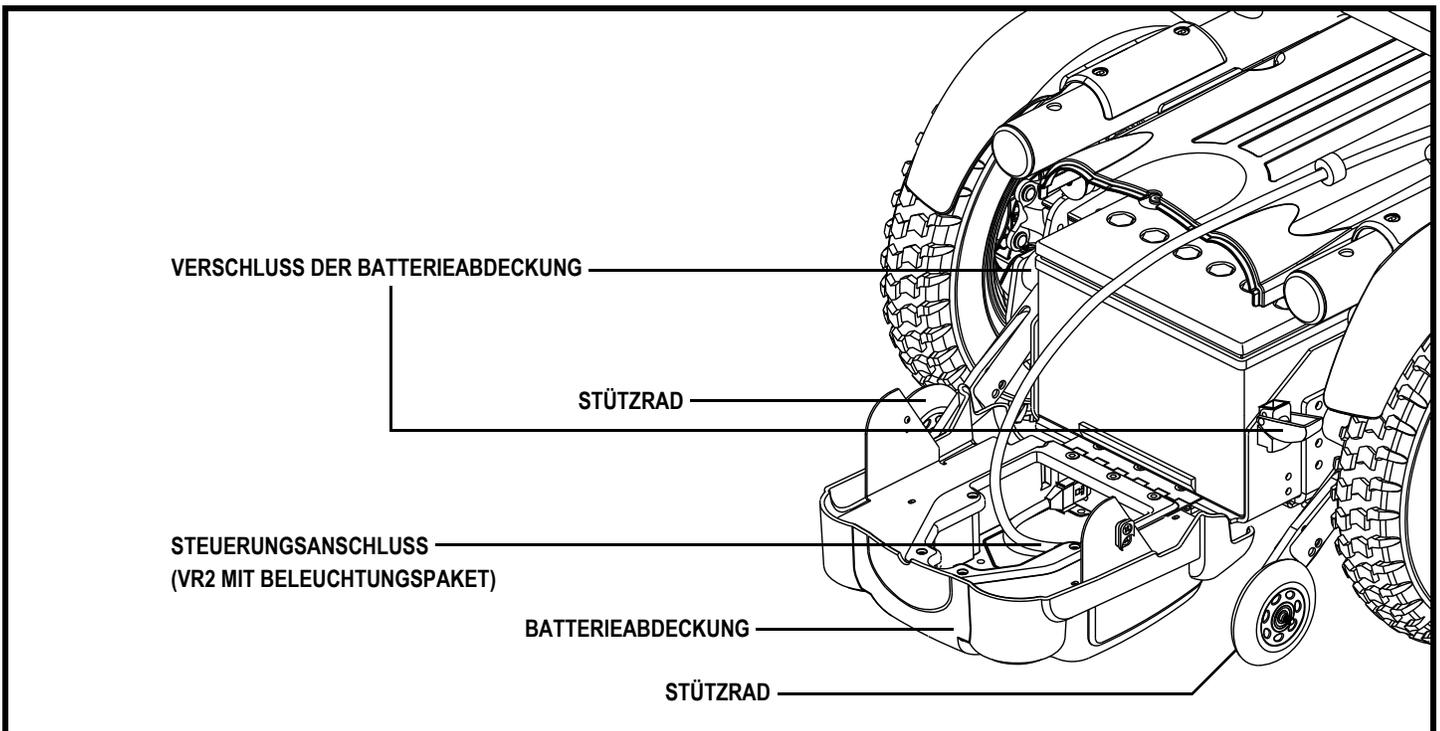

Abb. 7. Die 1120 RWD Euro Antriebseinheit (Rückansicht - mit geöffneter Batterieabdeckung)
Steuerpult Gerätestecker: Dies ist die Verbindung zwischen dem Steuerpult und der Antriebseinheit. Wenn Ihr Elektrorollstuhl mit einem Beleuchtungspaket ausgestattet ist, befindet sich der VR2-Anschluss an der Batterietür. **Siehe Abbildung 7.** Ansonsten befindet sich der Steuergeräteanschluss an der Vorderseite der Motorbasis.
7. Die Riegel der Batterietür öffnen und die Batterietür öffnen. **Siehe Abbildung 7.**
8. Das Steuergeräte-Kabel in den Stecker stecken. **Siehe Abbildung 7.**